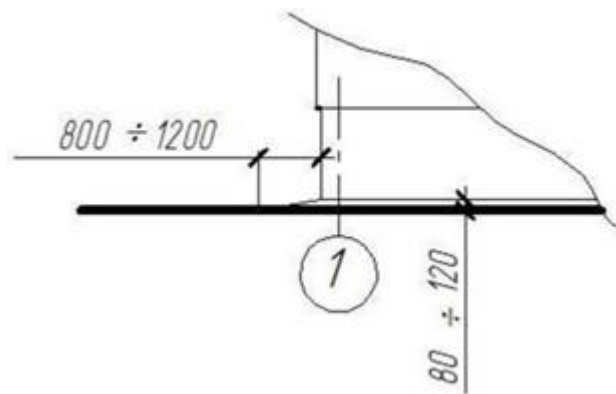

Рисунок 17 – Данные для выполнения отмостки на фасаде
3.5. Отмостку здания выполняем в соответствии с данными, представленными на рис. 17.